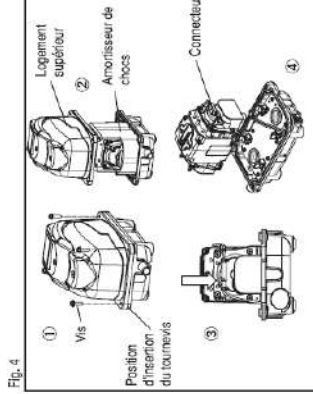

Fig. 4
- [1] Remplacement du bloc intégré (voir la Fig. 4)**
[6] Réinstallation du logement supérieur (voir la Fig. 4)